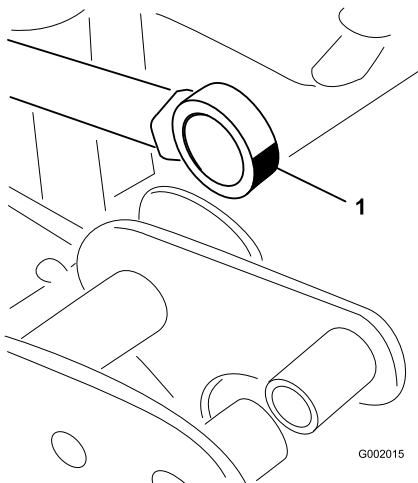

Figure 64
5. Manipulez le côté roulement de la tige de vérin et appliquez de la graisse dans le roulement (Figure 64).